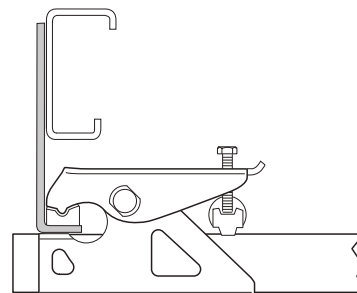
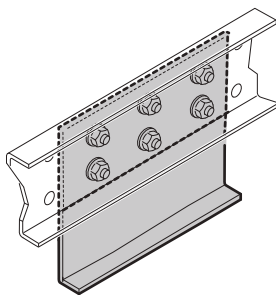

Fig. 11
Fig. 12
- Monteringsplader til højdeudligning for standardchassis med L- eller U-profil (Fig. 11) (Fig. 12).